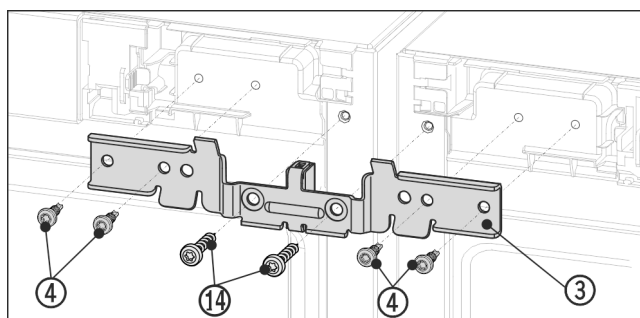

Fig. 13 Shembull ilustrues
- ▶ Shtyni profilin Fig. 13 (3) me pjesën distancuese midis pajisjeve dhe mbi kunjat. Mbërtheni lirisht profilin me katër vidat Fig. 13 (4) dhe me vidat e tokëzimit Fig. 13 (14) të hequra më parë, duke i mbërthyer në mënyrë të alternuar djathtas dhe majtas.